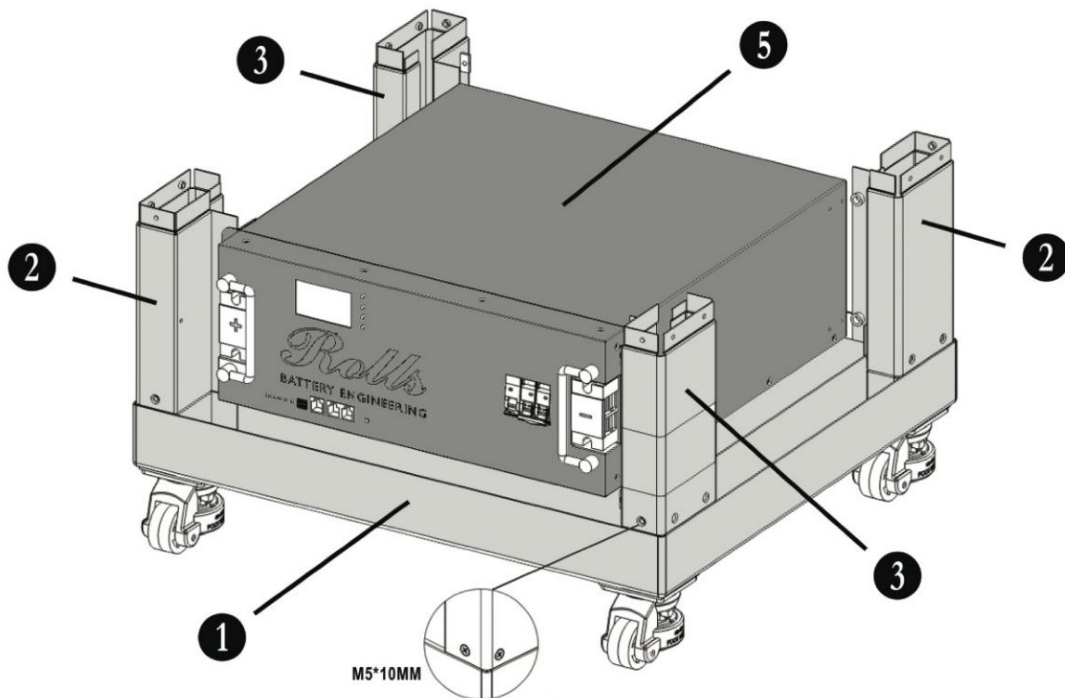

Figura 1.0
- 1.1 Instale dos columnas C izquierda y dos columnas D derecha en el conjunto inferior del gabinete como se muestra en la Figura 1.0. Sujete en la base de cada columna usando tres de los tornillos M5 de 10 mm suministrados.